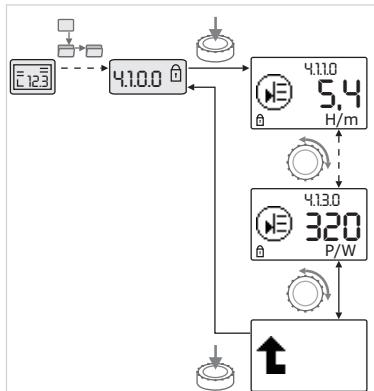

Fig. 37: solicitud de información
- Girando el botón rojo se accede a elementos de menú del tipo "Información" del submenú actual (véase la fig. 37). Para obtener una explicación de los ajustes representados por símbolos, véase la tabla del capítulo 8.7 "Referencia de elementos de menú" en la página 32.